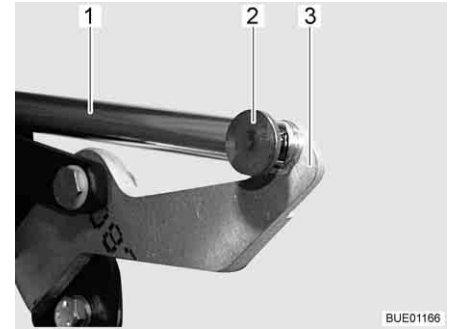

Fig. 110 Entraînement
- Retirer la jonction (par ex. broche et goupille ressort) (Fig. 110,2) entre la tige de poussée (Fig. 110,1) et le levier (Fig. 110,3).